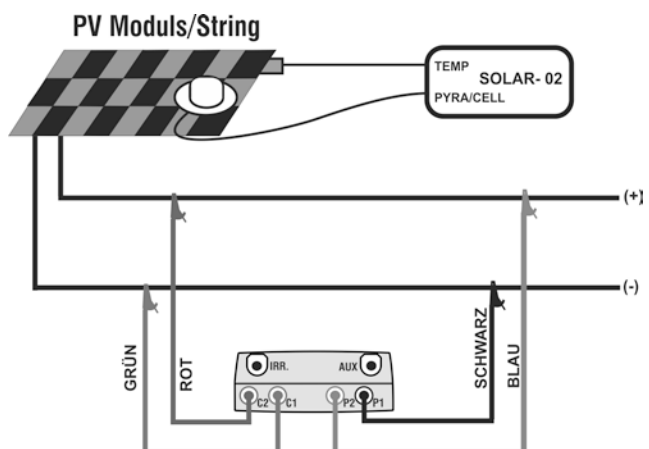

Abb.9: Anschluss des Messgerätes und SOLAR-02 an den String
23. Wie in Abb. 9 illustriert, schließen Sie das Messgerät an das PV Modul oder an den String an. Beachten Sie, dass der Minuspol des PV Moduls oder des Strings an den P1, C1 Messgeräte-Eingängen und deren Pluspol an den P2, C2 Eingängen angeschlossen werden muss. Im aktivierten **Auto** Modus wird das optionale Zubehör KITKELVIN empfohlen